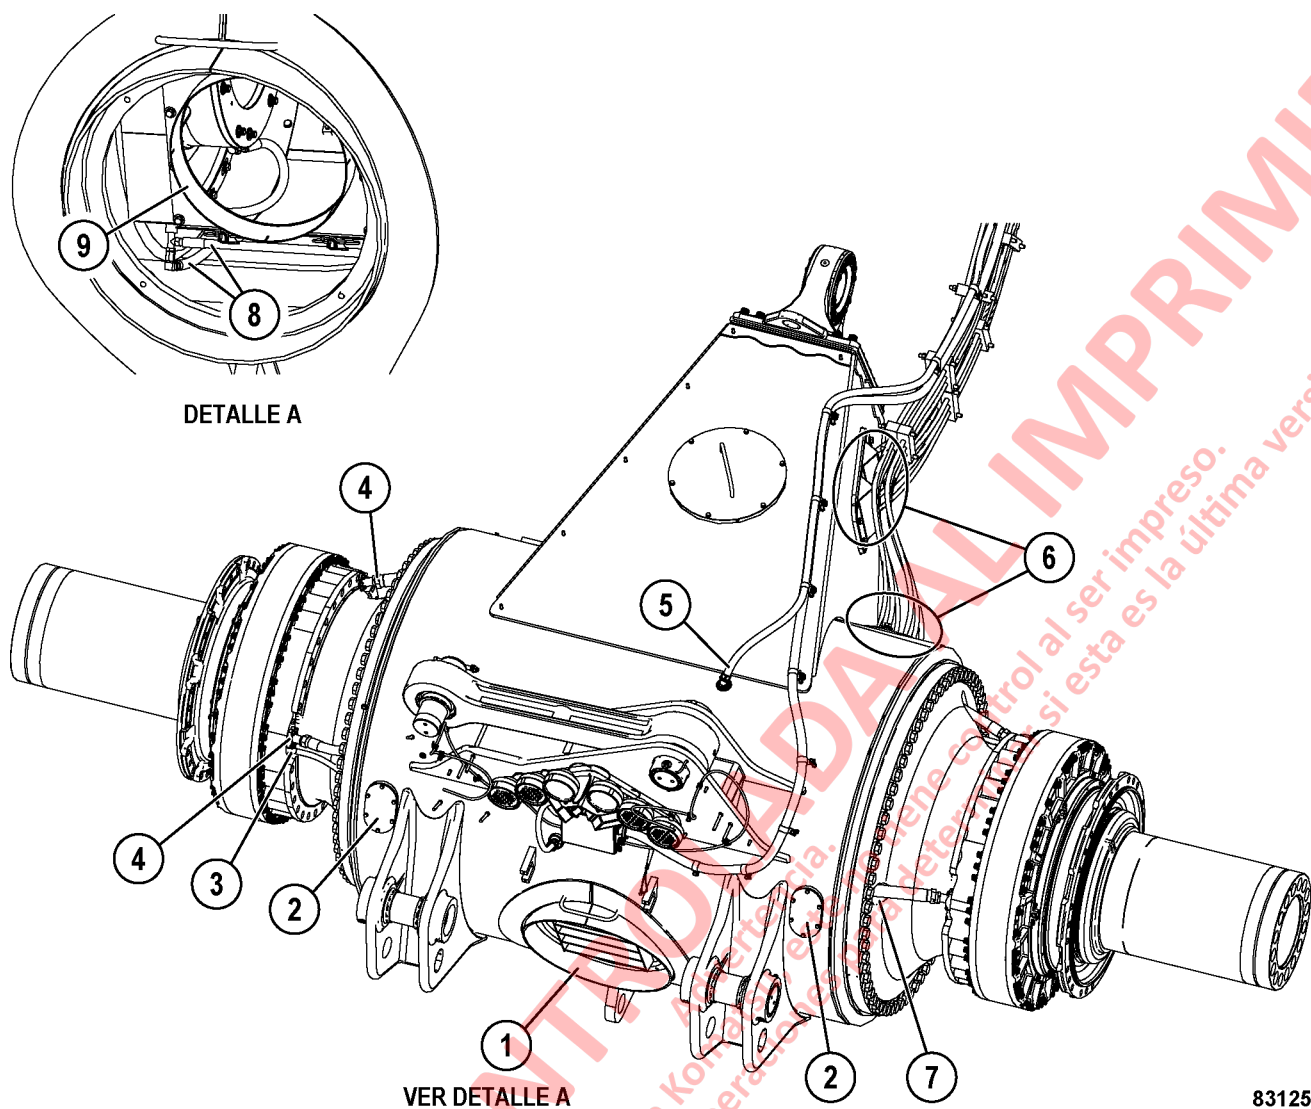

FIGURA 5-5. INSTALACIÓN DEL MOTOR DE TRACCIÓN
4. Retire las cubiertas de acceso (2, Figura 5-5) y el tubo de acceso (1).
5. Desconecte las líneas de enfriamiento del sistema de frenos (4) y las líneas de aplicación de los frenos (3) en la placa trasera del freno. Tape todas las aberturas.
7. Retire el ducto de aire (9) de entre los motores de tracción.
8. Desconecte las mangueras del freno de estacionamiento (8) del motor que se está desmontando. Si es necesario, desconecte el tubo de nylon del interruptor de presión del soplador.
9. Desconecte los cables de energía del motor de tracción (6) en los terminales del motor de tracción. Desconecte el arnés del sensor de velocidad (5) en el conector del centro de la carcasa.
13. Conecte los cables de poder (6, Figura 5-5) y el arnés de velocidad de la rueda (5) a sus ubicaciones apropiadas en el motor de tracción.
14. Conecte la manguera de aplicación del freno (3) y las mangueras de enfriamiento de frenos (4) al conjunto de freno. Use juntas tóricas nuevas.
15. Para evitar una pérdida de aire de enfriamiento, use el sellador Uniseal 310S para sellar la separación alrededor de las mangueras de enfriamiento de frenos donde las mangueras pasan a través de los orificios del husillo (7).
16. Después de montar ambos motores de tracción, retire las cubiertas de acceso de la caja del eje trasero (2, Figura 5-5) y el tubo de acceso (1) en la parte posterior de la caja del eje.
17. Instale las abrazaderas de las mangueras restantes. Conecte las mangueras del freno de estacionamiento (8). Si lo desmontó, conecte el tubo de nylon al interruptor de presión del soplador.
18. Instale el ducto de aire (9) entre los frenos de estacionamiento.
19. Monte las cubiertas de acceso de la caja del eje trasero (2) y el tubo de acceso (1) en la parte posterior de la caja del eje.